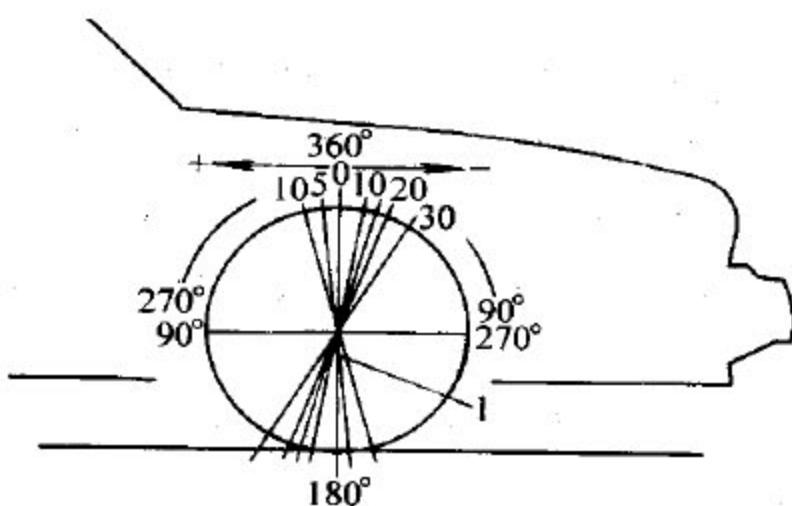

图 5.1-3
1). 主销后倾角：主销后倾角是从车辆侧面观察，转向轴最高点偏离垂直方向的倾角，如图 5.1-3 所示。顶点向后的倾角为正(+)，而向前的倾角为负(-)。主销后倾影响转向机构的方向控制，但不影响轮胎磨损。若一个车轮较其他车轮的正主销后倾角大，会使该车轮朝车辆中心线行驶，车辆将向正主销后倾角最小的一侧偏向行驶。